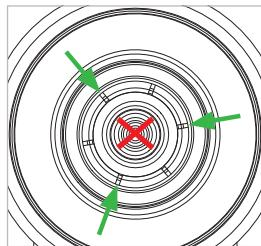

Figure 17
▶ Vaporisez un peu de lubrifiant (une brève pression) avec le petit tube entre les pinces de serrage, une fois sur deux (*Figure 17*).
Attention : le lubrifiant ne doit pas être vaporisé dans le flux de gaz (*Figure 17*).